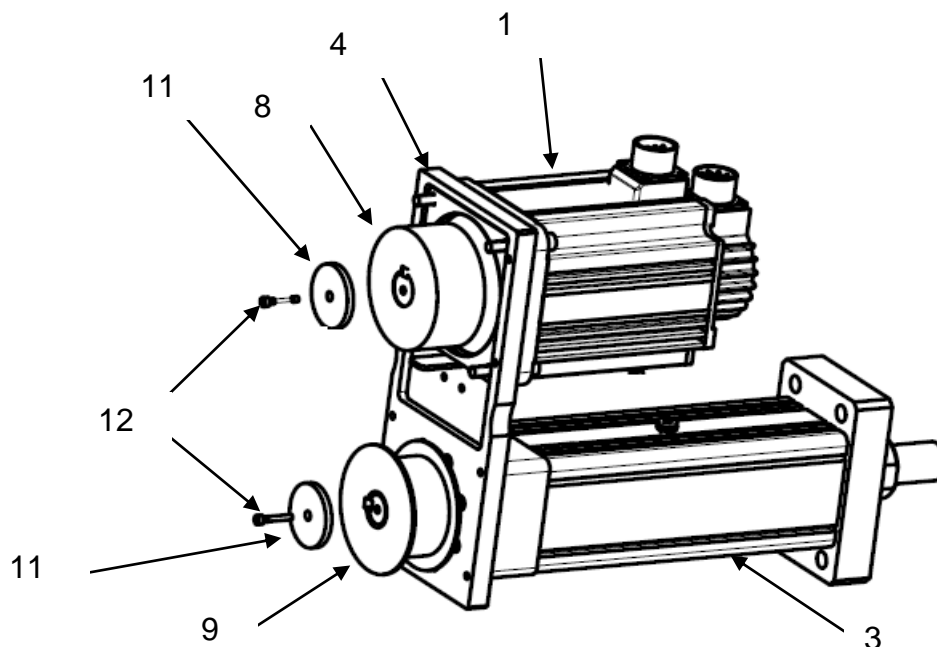

Рисунок 12 – Установка шкивов.
3) установить шкив со шпонкой (поз. 9) на вал модуля (поз. 3) до упора (см. рисунок 12). Затем установить шкив со шпонкой (поз. 8) на вал двигателя (поз. 1) в одной плоскости со шкивом (поз. 9). Установить втулки (поз.11) при помощи винтов (поз. 12);